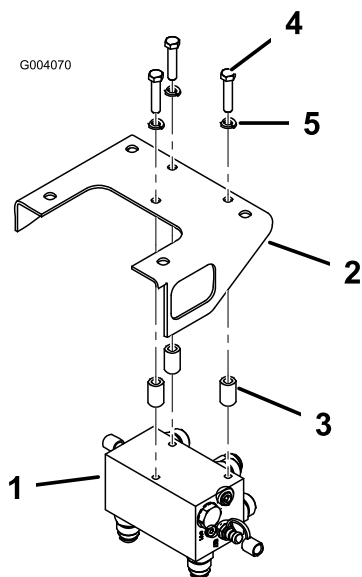

Рисунок 5
- Прикрепите коллектор в сборе к нижней стороне кронштейна коллектора 3 болтами (3/8 x 1-3/4 дюйма), стопорными шайбами (3/8 дюйма) и проставками. Расположите проставки между кронштейном коллектора и верхней частью коллектора. Коллектор должен быть расположен так, чтобы штуцеры были направлены назад и вниз (**Рисунок 5**).